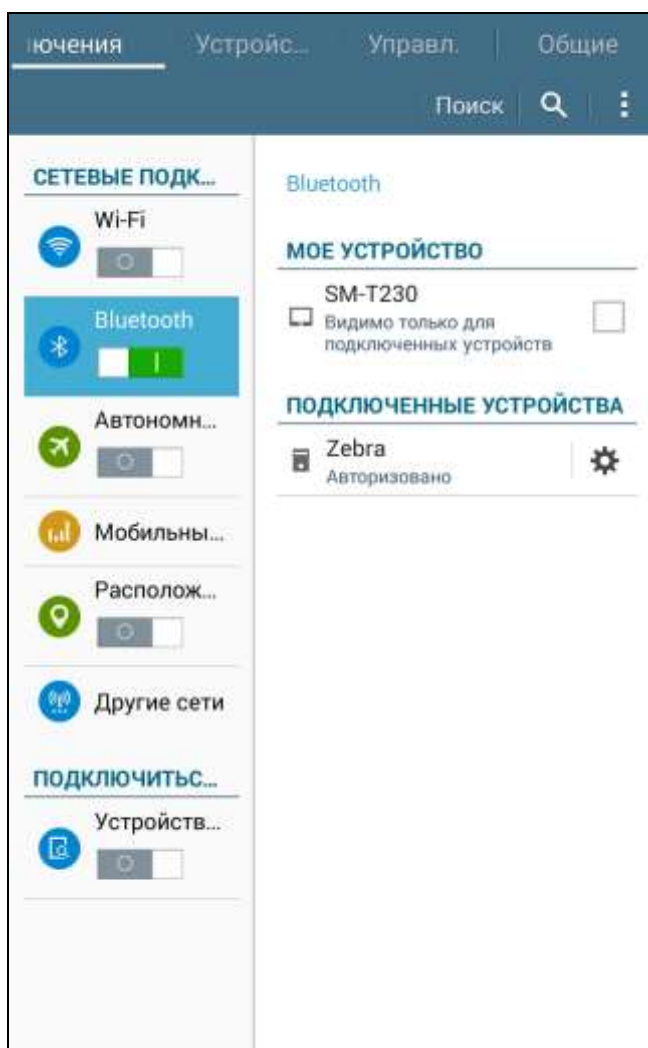

Рисунок 11.5
11.2.2 Включить на Android - устройстве Bluetooth и зайти в его настройки. Нажать «поиск устройств» и в списке найденных устройствах выбрать нужное, нажав на него. Ввести пароль - 1234. После этого произойдет сопряжение и новое устройство добавится в список «Подключенных устройств» - рисунок 11.5. Если устройство уже было подключено, то перейти к пункту 11.2.3.